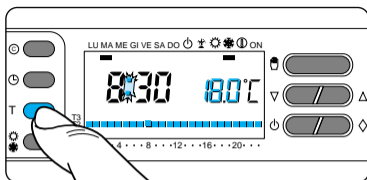

Fig. 38
6.5 - Pulse el botón T para confirmar la temperatura visualizada en el display, y para pasar al nivel de temperatura siguiente (fig. 38).